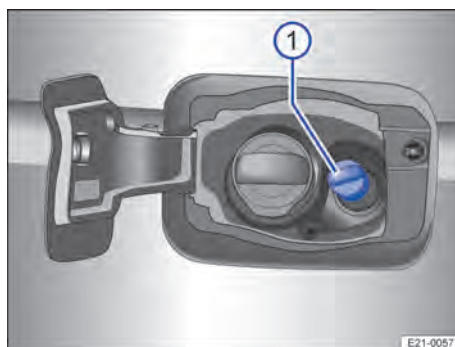

Abb. 165 Hinter der Tankklappe: Verschluss des AdBlue-Einfüllstutzens.
Der AdBlue®-Einfüllstutzen befindet sich hinter der Tankklappe neben dem Tankeinfüllstutzen für Kraftstoff → Abb. 165 ①.